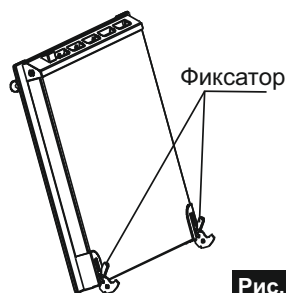

Рис. 1
2. Переместите защелки запорного механизма с обеих сторон в полностью открытое положение (см. рис. 1), и придерживайте дверь.